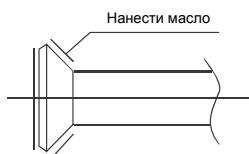

Рис. 8-1
2. Нанести на поверхность раструбов и затяжных гаек масло. Провернуть гайку вручную на 3–4 оборота перед тем, как плотно затянуть ее с помощью инструментов (см. рис. 8.1).